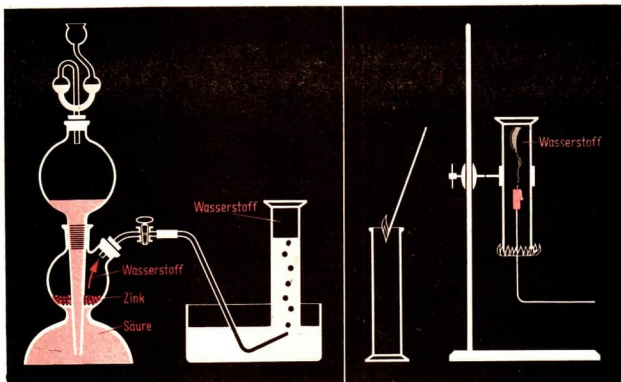

Abb. 45 Im Kippschen Apparat steigt bei geöffnetem Hahn Säure zum Zink, und es bildet sich Wasserstoff.
Vorsicht! In einem Kippschen Gasentwickler läßt man Zink und eine Säure (z. B. Salzsäure) aufeinander einwirken. Der entweichende Wasserstoff wird in Standzylindern pneumatisch aufgefangen (Abb. 45).
Im Laboratorium stellt man Wasserstoff meist durch Reaktion von Zink oder einem anderen Metall mit einer Säure her (Experiment 39). Man benutzt dazu den Kippschen Gasentwickler (Abb. 45). Mit Hilfe dieses Gerätes ist es möglich, die Reaktion nach Bedarf in Gang zu setzen und zu unterbrechen. ① ②
- ① Was geschieht, wenn der Hahn des Kippschen Gasentwicklers (Abb. 45, S. 69) geschlossen wird?
- ② Wie wird das pneumatische Auffangen eines Gases vorbereitet? Welche Geräte werden dazu benötigt?
- ③ Nach längerer Zeit entweicht Wasserstoff auch aus einem offenen Standzylinder, dessen Öffnung nach unten zeigt. Gib dafür eine Erklärung!
- ④ Berechne, wievielfach so groß die Masse eines Liters Luft (1,293 g) im Vergleich zur Masse eines Liters Wasserstoff ist!
- ⑤ Welches Ergebnis wäre zu erwarten, wenn beim Experiment 40 (↗ S. 69) statt der Kerze ein brennender oder glimmender Span in Wasserstoff gebracht würde?
- ⑥ Drei mit Glasplatten abgedeckte Standzylinder sind mit Stickstoff, Wasserstoff beziehungsweise Sauerstoff gefüllt. Wie kann man die Zylinder herausfinden, die Sauerstoff beziehungsweise Wasserstoff enthalten? Werte dazu die Tabellen 3 (↗ S. 40) und 6 aus!
- ⑦ Erläutere die Formel von Wasser mit Hilfe der Wertigkeiten!
- ⑧ Wieviel Gramm Sauerstoff und wieviel Gramm Wasserstoff braucht man zur Herstellung von 1 Mol Wasser?
- ⑨ Wieviel Gramm Sauerstoff werden zur Verbrennung von 1,5 g Wasserstoff benötigt? Wieviel Gramm Wasser entstehen dabei?